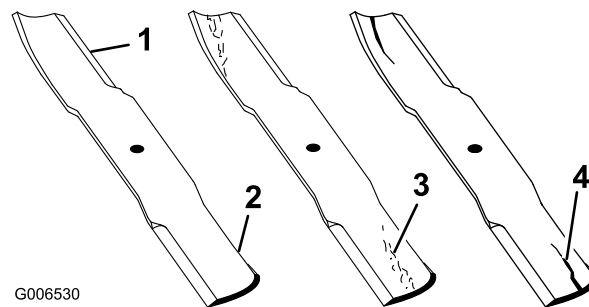

Figura 40
1. Inspeccione los filos de corte (Figura 40). Si los bordes no están afilados o tienen mellas, retire las cuchillas y afílelas; consulte Cómo afilar las cuchillas.
2. Inspeccione las cuchillas, especialmente la parte curva (Figura 40). Si observa daños, desgaste o la
formación de una ranura en esta zona (elemento 3 en la Figura 40), instale inmediatamente una cuchilla nueva.